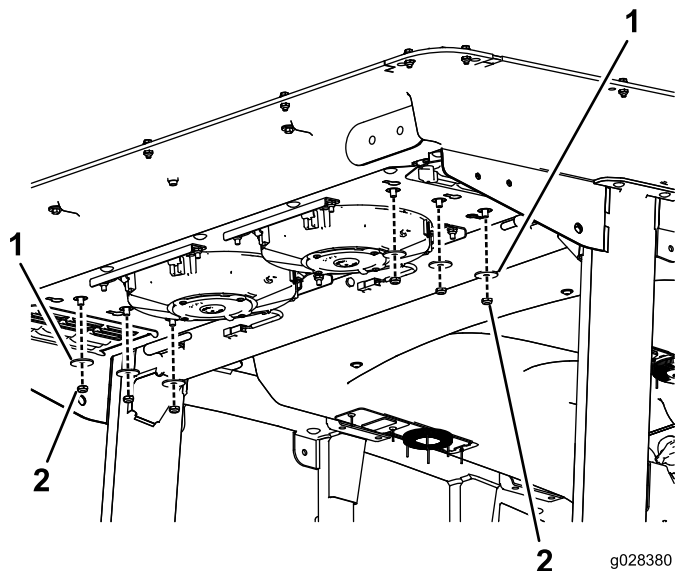

Bild 55
2. Entfernen Sie die sechs Schrauben und Muttern von der Unterseite des Kabinenhecks (Bild 55).